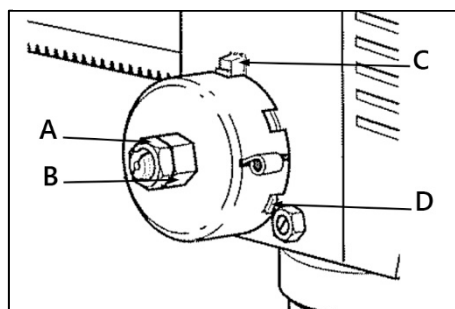

Рисунок 16.
Поместите отвертку в нижний передний паз корпуса пружины (D) (рис. 16) и удерживайте в таком положении во время откручивания и снятия внешней гайки (A).